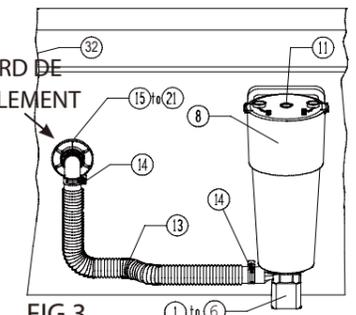

FIG.3
D. Sortez le tuyau de retour (13) et retirez les deux colliers de serrage (14) du sac à quincaillerie. Désserrez les colliers de serrage et glissez-les sur extrémités du tuyau. Il est recommandé de lubrifier les joints toriques (12) sur le boîtier du volute et sur le coude (19) avant de monter le tuyau (13). Installez le tuyau sur le boîtier du volute de la pompe et sur le coude (19). Serrez les deux colliers (14). Voir Fig. 3.